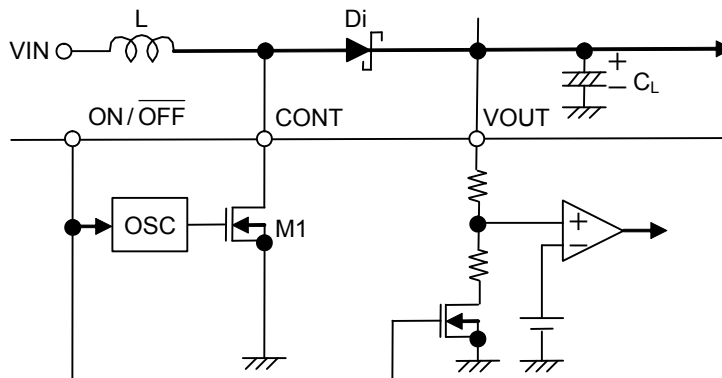

図18 昇圧型スイッチングレギュレータの基本式の回路
以下に昇圧型スイッチングレギュレータの基本式 { (1)~(7) } を示します (図18参照)。